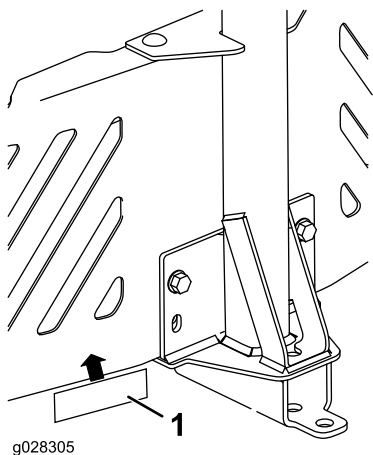

Figure 13
4. Fixez l'autocollant de la barre d'attelage à 1,3 cm (1/2 po) à gauche de l'attelage d'accessoire (Figure 13).